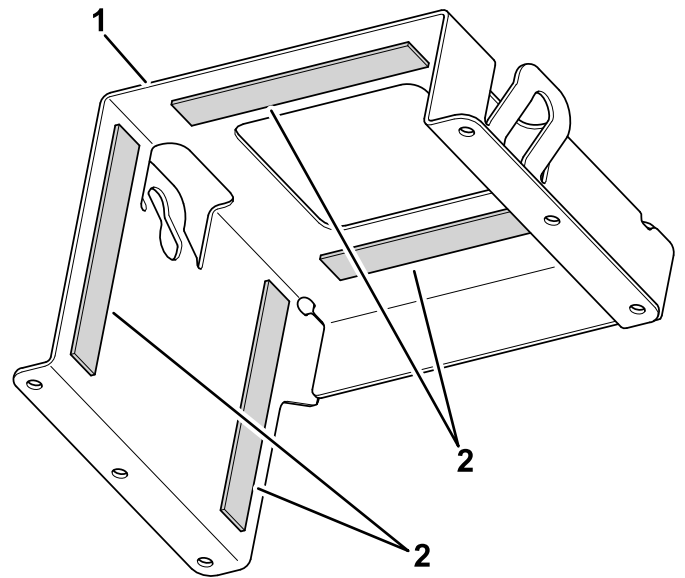

Bild 11
1. Montieren Sie 5 Schaumstoffstreifen (19 cm oder 7,5") an der oberen Gurtbefestigung (Bild 11).